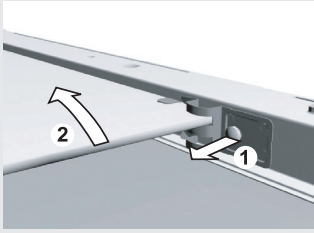

figure 2
- Pour enlever la vitre intérieure (uniquement sur certains modèles), retirez les vis qui sont sur le support de la vitre et soulevez-la (figure 2). Retirez les supports avant de la nettoyer.